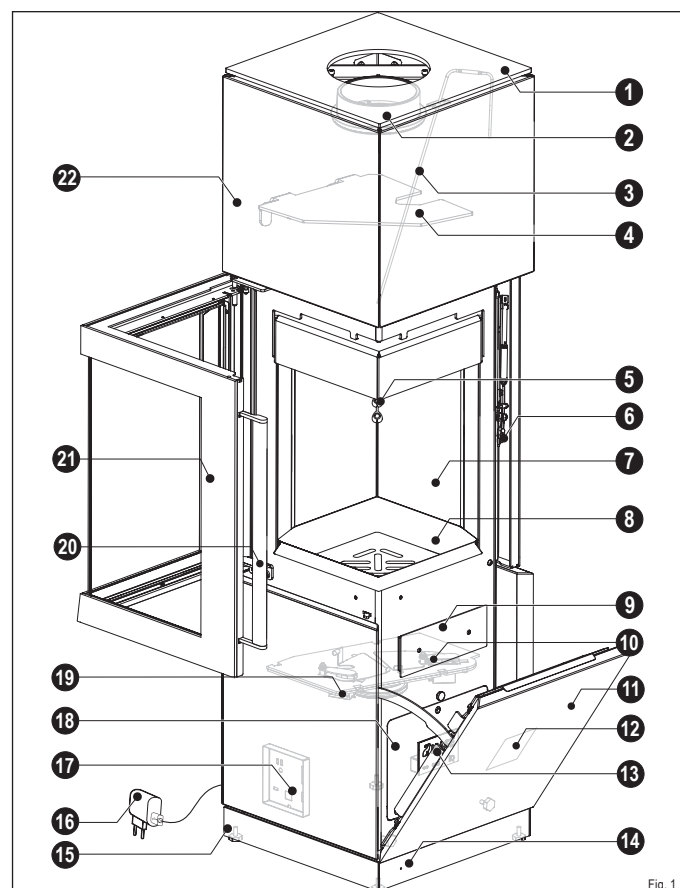

Fig. 1
- Le revêtement du foyer (Fig. 1, pos. 7) est constitué de vermiculite (minéral réfractaire).
- La porte du foyer (Fig. 1, pos. 21) du poêle est à fermeture automatique, c'est-à-dire que la porte du foyer doit être maintenue par la poignée de la porte du foyer (Fig. 1, pos. 20) lors de son ouverture (par exemple, pour ajouter du combustible).
- Lorsque la poignée de la porte du foyer est relâchée, elle tombe dans le loquet de la porte (Fig. 1, point 6) et ferme automatiquement le foyer de manière étanche.
- La technologie iQ (Fig. 1, points 3 ; 10 ; 13 ; 14 ; 17) régule automatiquement le réglage optimal de l'air de combustion et la température du foyer afin de garantir une combustion complète et peu polluante.
- Le poêle se compose d'un corps en acier (Fig. 1, point 22) et, selon le modèle, peut être équipé d'un revêtement en acier, en céramique ou en pierre naturelle pour augmenter l'accumulation de chaleur.
- Le poêle peut être aligné à l'aide des pieds de réglage (Fig. 1, pos. 15) afin de compenser les irrégularités de la surface d'installation.
- Le bac à cendres (Fig. 1, pos. 9) sert de collecteur de cendres et doit être vidé régulièrement. (voir chapitre « 7.3.3 Nettoyer le bac à cendres et la grille du foyer »)
- Les éléments de commande que sont le bac à cendres et le panneau de commande (Fig. 1, pos. 12) sont accessibles par la porte de commande (Fig. 1, pos. 11).
- La régulation peut être activée et désactivée via le panneau de commande (Fig. 1, point 13).
- La plaque signalétique (Fig. 1, pos. 12) est située à l'intérieur de la porte de service.
- La fiche d'alimentation et le câble USB-C (Fig. 1, point 16) permettent de connecter la technologie iQ au secteur.